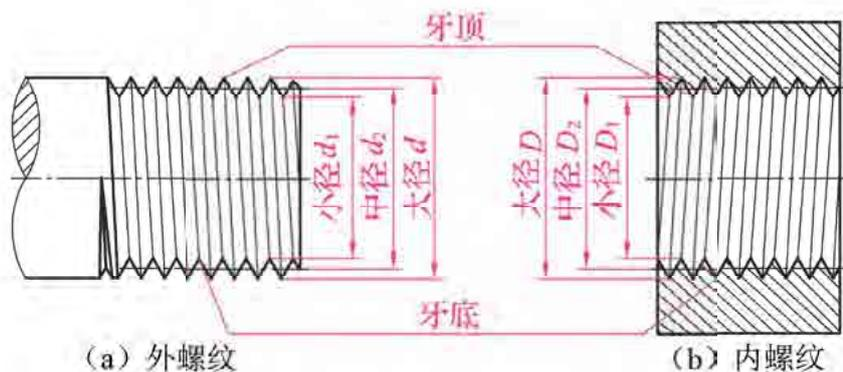

图 7-2 直径
(2) 直径。螺纹直径包括大径  $D(d)$ 、中径  $D_2(d_2)$  和小径  $D_1(d_1)$ ，如图 7-2 所示。① 大径即公称直径，是指与外螺纹牙顶或内螺纹牙底相切的假想圆柱或圆锥的直径，内、外螺纹的大径分别用  $D$  和  $d$  表示；② 中径是一个假想圆柱或